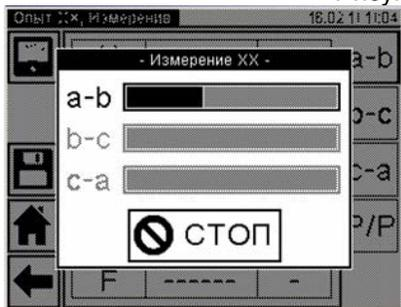
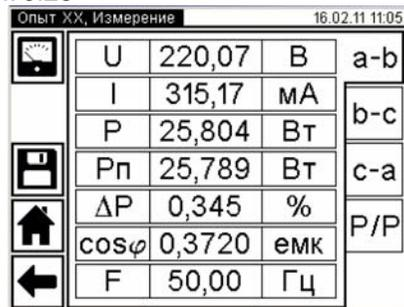

Рисунок 6.29
Рисунок 6.30
- 7) Выполнить измерение, для чего нажать кнопку  в окне "Опыт XX. Измерение". На экране появится окно, демонстрирующее динамику процесса измерения (рисунок 6.29), а затем – окно с результатами измерения (рисунок 6.30). При необходимости процесс измерения может быть остановлен нажатием кнопки  "СТОП".
1) Собрать измерительную цепь при управлении Измерителя от БУ (рисунок 6.30). На рисунке 6.31 показана схема при использовании внешнего источника питания для трансформатора с обмоткой НН Y (для обмотки Z – аналогично).